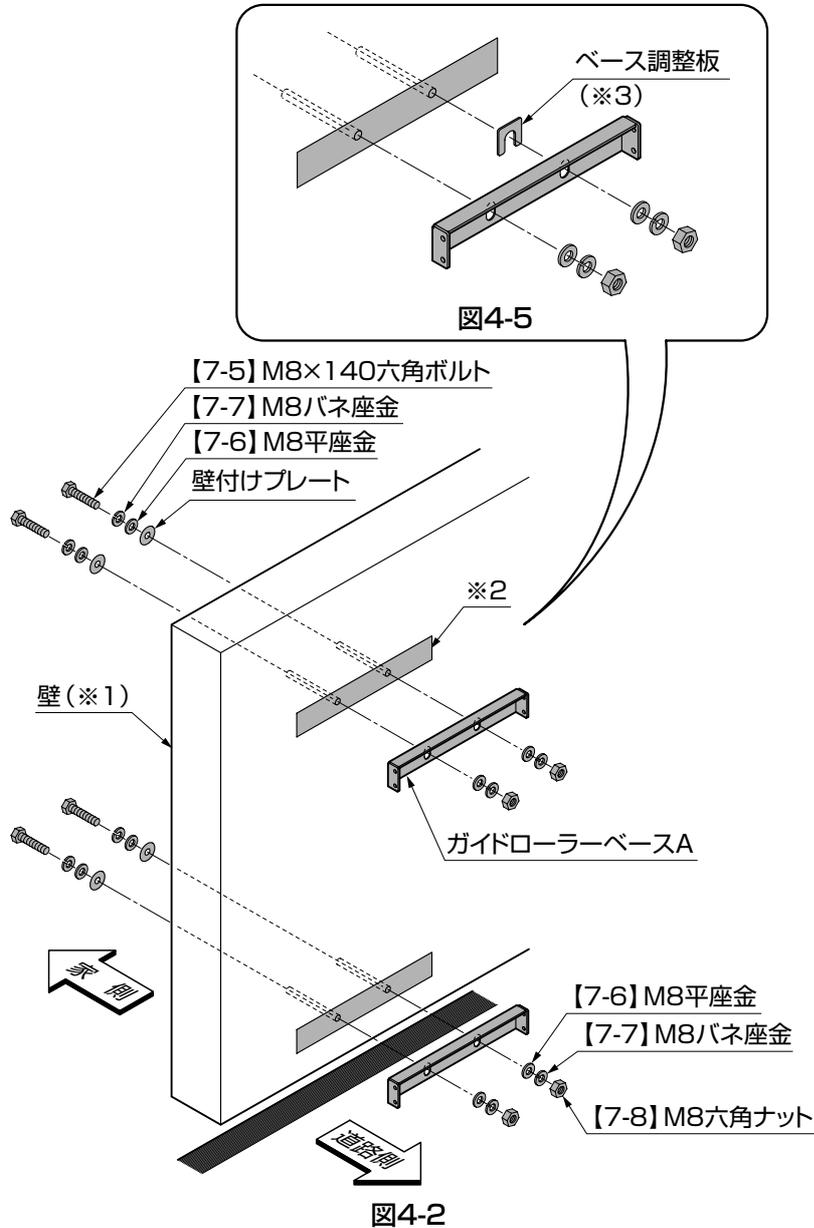
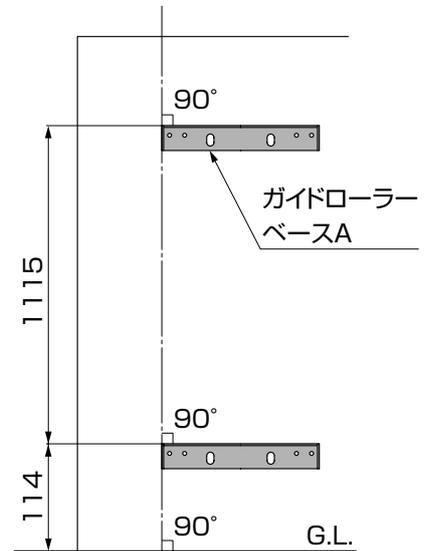
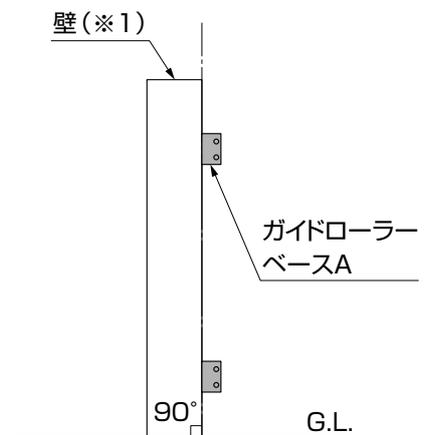

図4-2
図4-3
図4-4
- 必要に応じてベース調整板(※1)を使用してください。(図4-2参照)
- ① [7-5] に [7-6]、[7-7]、壁付けプレートを通し、壁の家側から挿込んでください。(図4-2参照)
- ② ガイドローラーベースAを [7-6]、[7-7]、[7-8] で取付けてください。(図4-2、図4-3、図4-4参照)